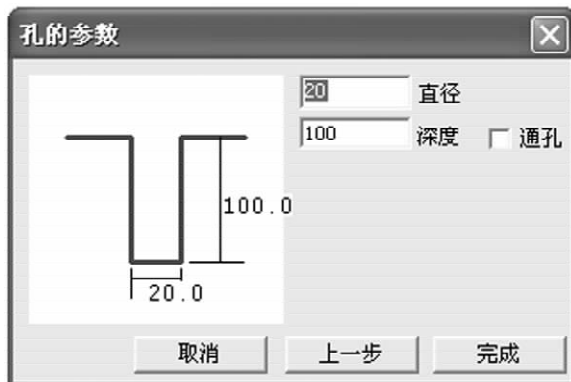

图 6-26 设定孔的参数
(2) 根据命令行的提示，拾取打孔平面，选择孔的类型，指定孔的定位点，单击“下一步”按钮，如图 6-26 所示。